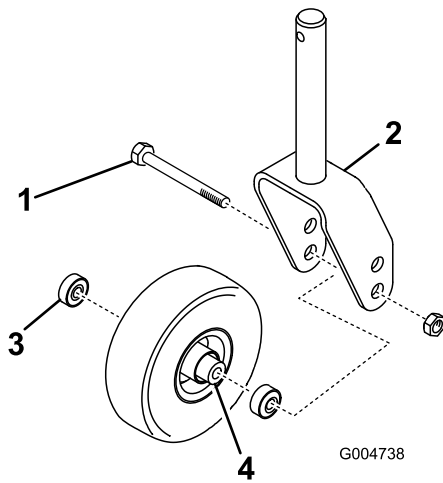
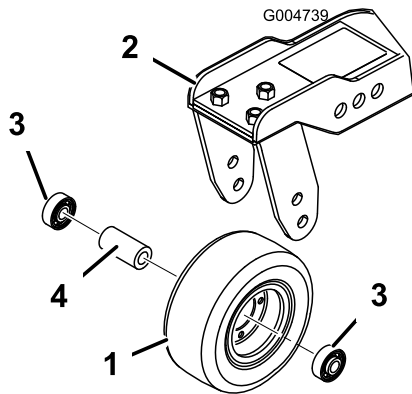

Figura 123
Figura 124
- Togliete il dado di bloccaggio dal bullone che fissa il gruppo ruota orientabile alla forcella (Figura 123) o al braccio di rotazione (Figura 124).
2. Togliete il cuscinetto dal mozzo della ruota e lasciate cadere il distanziale del cuscinetto (Figura 123 e Figura 124).